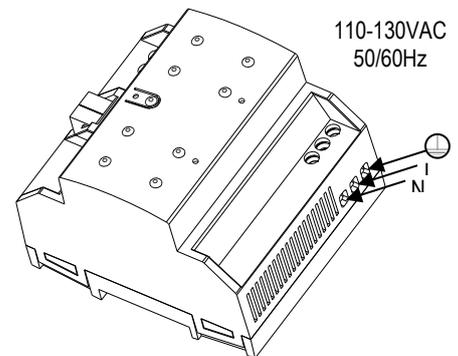

Figura 2: Instalación y conexión ZPS320HIC110
- La alimentación principal debe conectarse a los terminales L, N y tierra de acuerdo con el esquema de la figura 2.